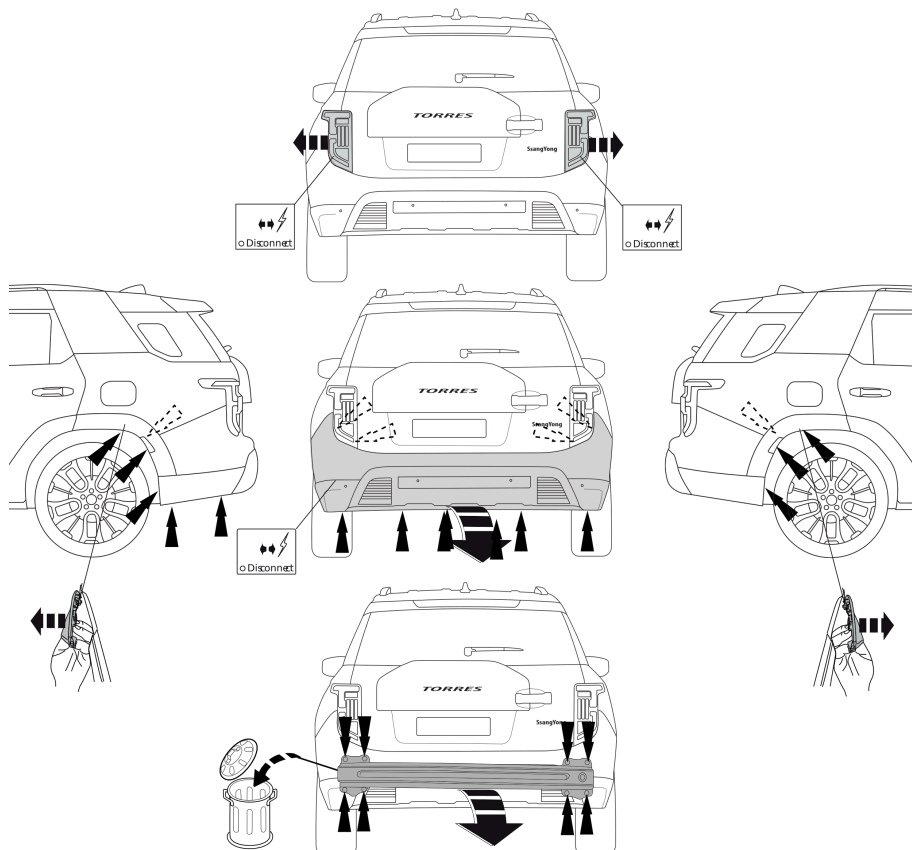

Fig. 1
1. Die Rücklichter abmontieren. Die Stoßstange einschließlich der Stoßbalken vom Fahrzeug abmontieren. Der Stoßbalken wird nicht mehr benötigt. Siehe Abbildung 1.